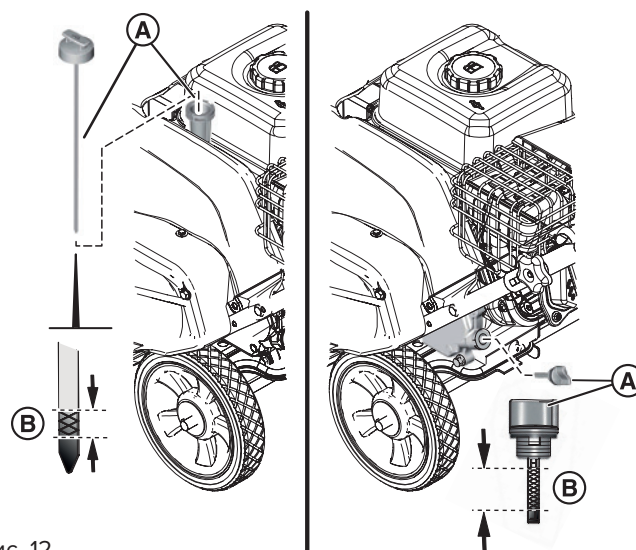

Рис. 12
6. Извлеките масляный щуп (A, Рис. 12). При помощи чистой ткани удалите масло с масляного щупа.
9. Если уровень масла находится на верхней отметке индикатора заполнения (B), вставьте и закрутите масляный щуп.